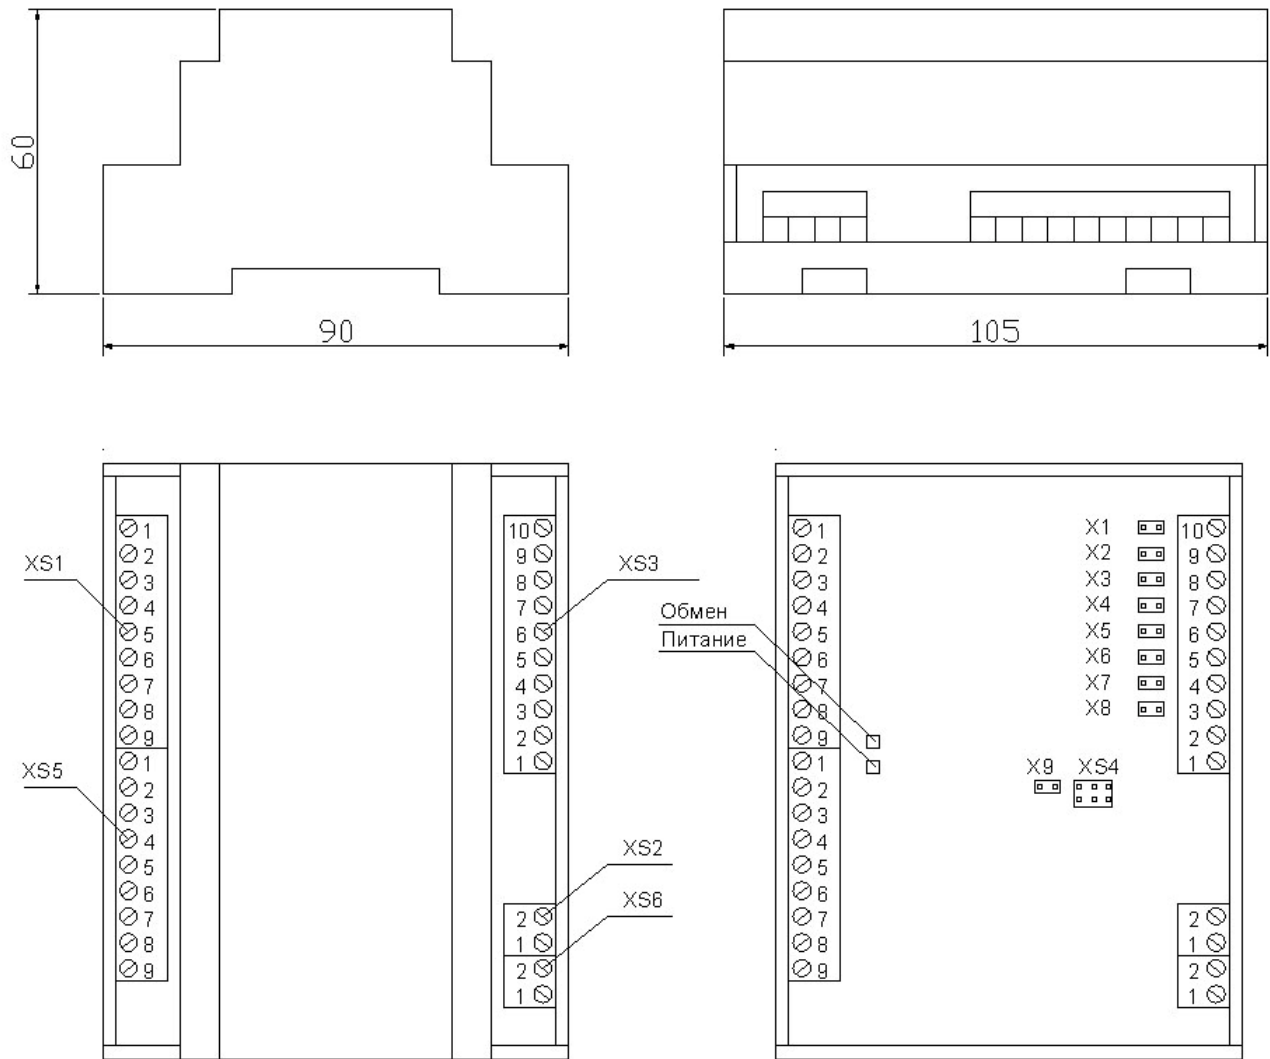

Рисунок 2 – Внешний вид контроллера
4.2 Контроллер выполнен в виде законченного блока в поликарбонатном корпусе со съемной верхней крышкой и креплением на DIN-рейку. Внешний вид контроллера показан на рис. 2.